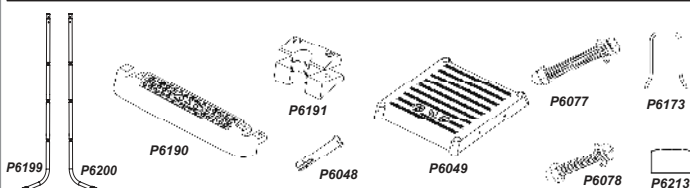

Figure 2
2. Montage des marches (figure 2)